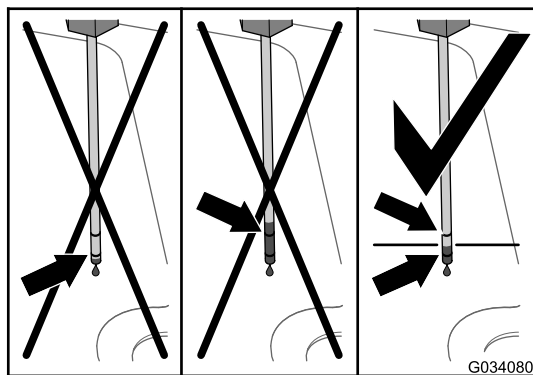

図 99
6. ディップスティックを抜いて油量を点検する 図 99。油量は、ディップスティックの 2 本のマークの間にあれば適正である。
7. 所定の油圧オイルを補給口 図 99 から補給する。2 本のマークが示す規定範囲の中間までオイルを入れる。